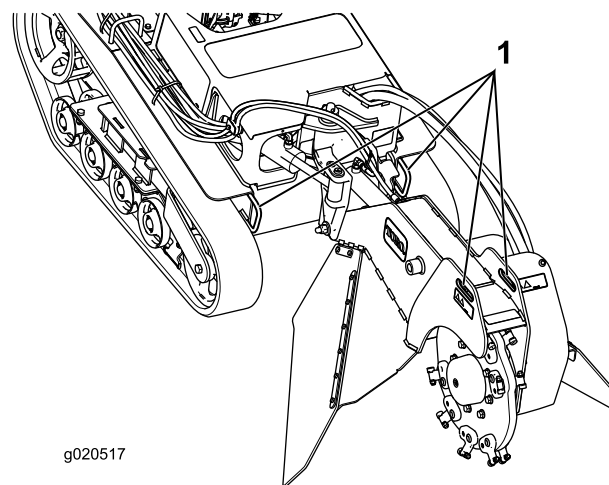
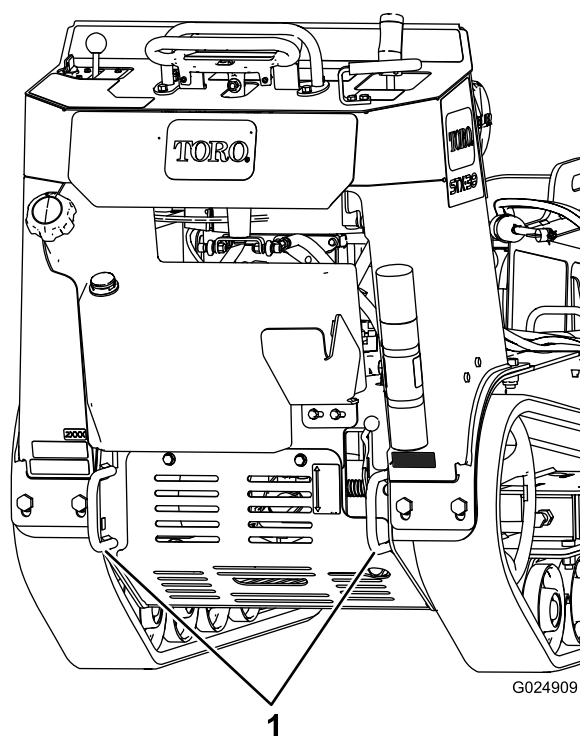

Figura 22
Figura 23
3. Fixe a máquina ao atrelado com correias ou faixas utilizando os pontos de fixação na parte da frente e de trás da máquina (Figura 22 e Figura 23).
Pode levantar a máquina utilizando os pontos de fixação como pontos de elevação (Figura 22 e Figura 23).